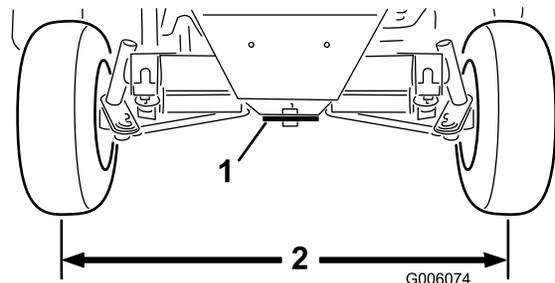

Figura 65
- Regolate entrambi i tiranti finché la distanza da centro a centro sulla parte anteriore e posteriore delle ruote posteriori non è identica (Figura 65).